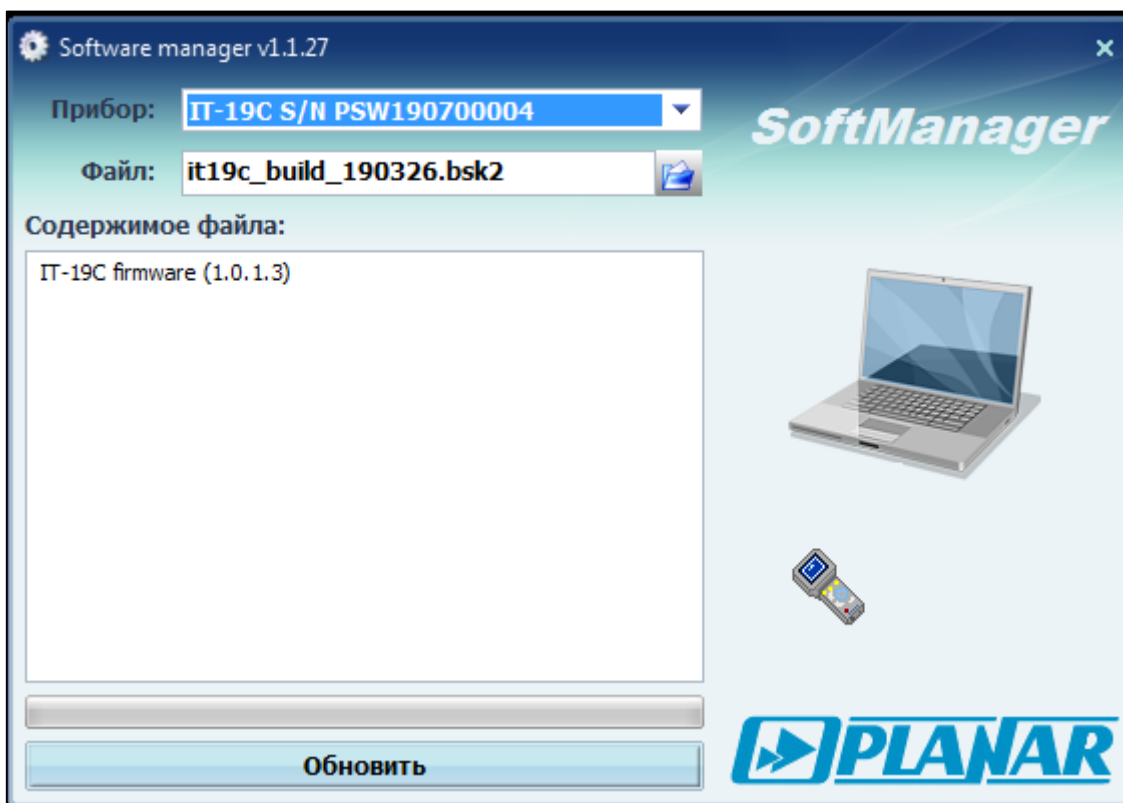

Рисунок 5.22
- 2) выберите файл с программой прибора (*.bsk2). Для этого нажмите кнопку  (Рисунок 5.22) и укажите нужный файл в стандартном окне выбора файлов Windows.